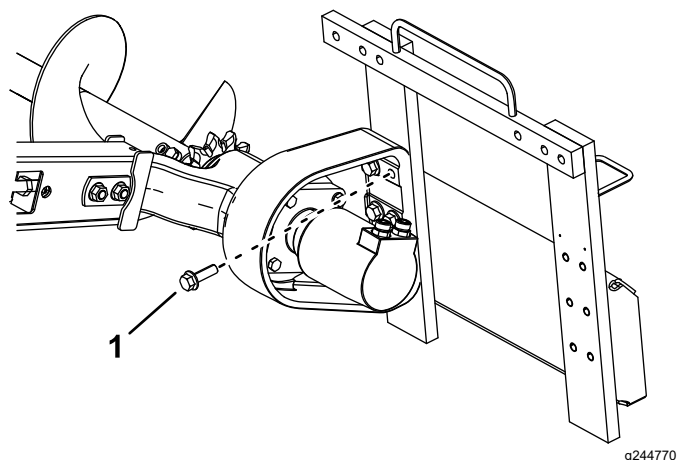

Figure 9
1. Boulon (6)
5. Fixez la tête au bâti avec les 6 boulons retirés précédemment (Figure 9).